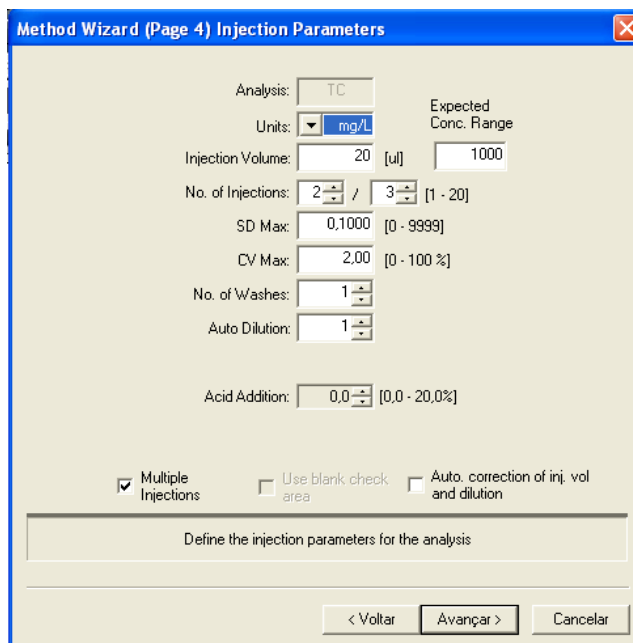

Figura 8.2.5– Janela de informações os parâmetros de injeção da amostra do novo método.
5. A próxima janela, Figura 8.2.5, a ser aberta está relacionada aos parâmetros da injeção do método. Nesta janela é informada a unidade dos resultados, o volume de injeção da amostra, número de injeções da amostra, quantidade de lavagens do sistema injetor a cada injeção de amostra, valores desejáveis de desvio padrão e coeficiente de variação. Clicar em avançar.